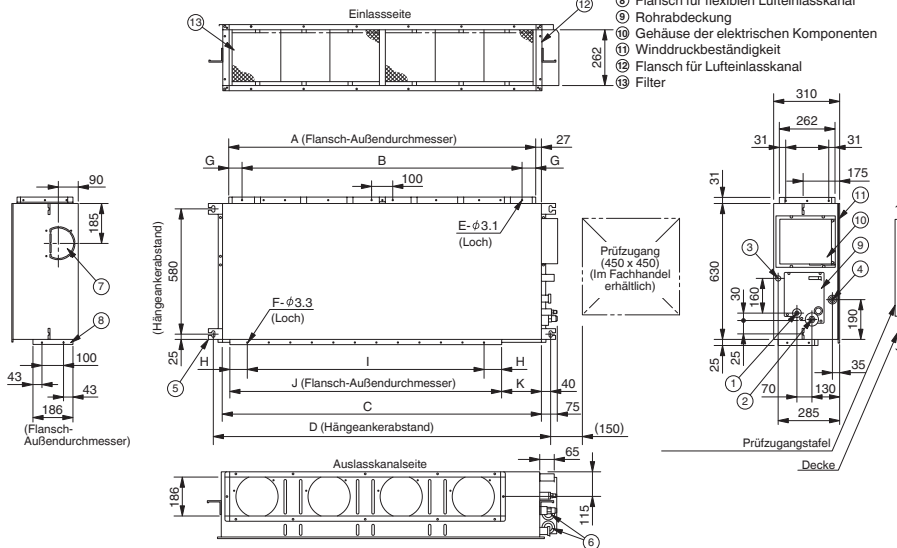

Abb. 3-36
- Abb. 3-36 und Tabelle 3-2 enthalten die genauen Abmessungen der Inneneinheit.